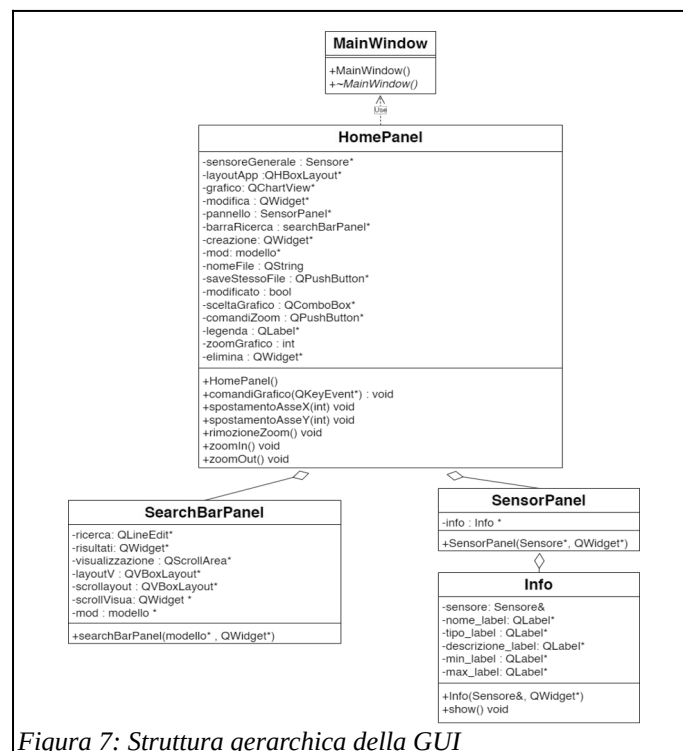

Figura 7: Struttura gerarchica della GUI
- Struttura e progettazione della parte grafica della *GUI*, implementando le classi *HomePanel*, *SearchBarPanel*, *SensorPanel* e *Info* come descritto nel diagramma in Figura 7